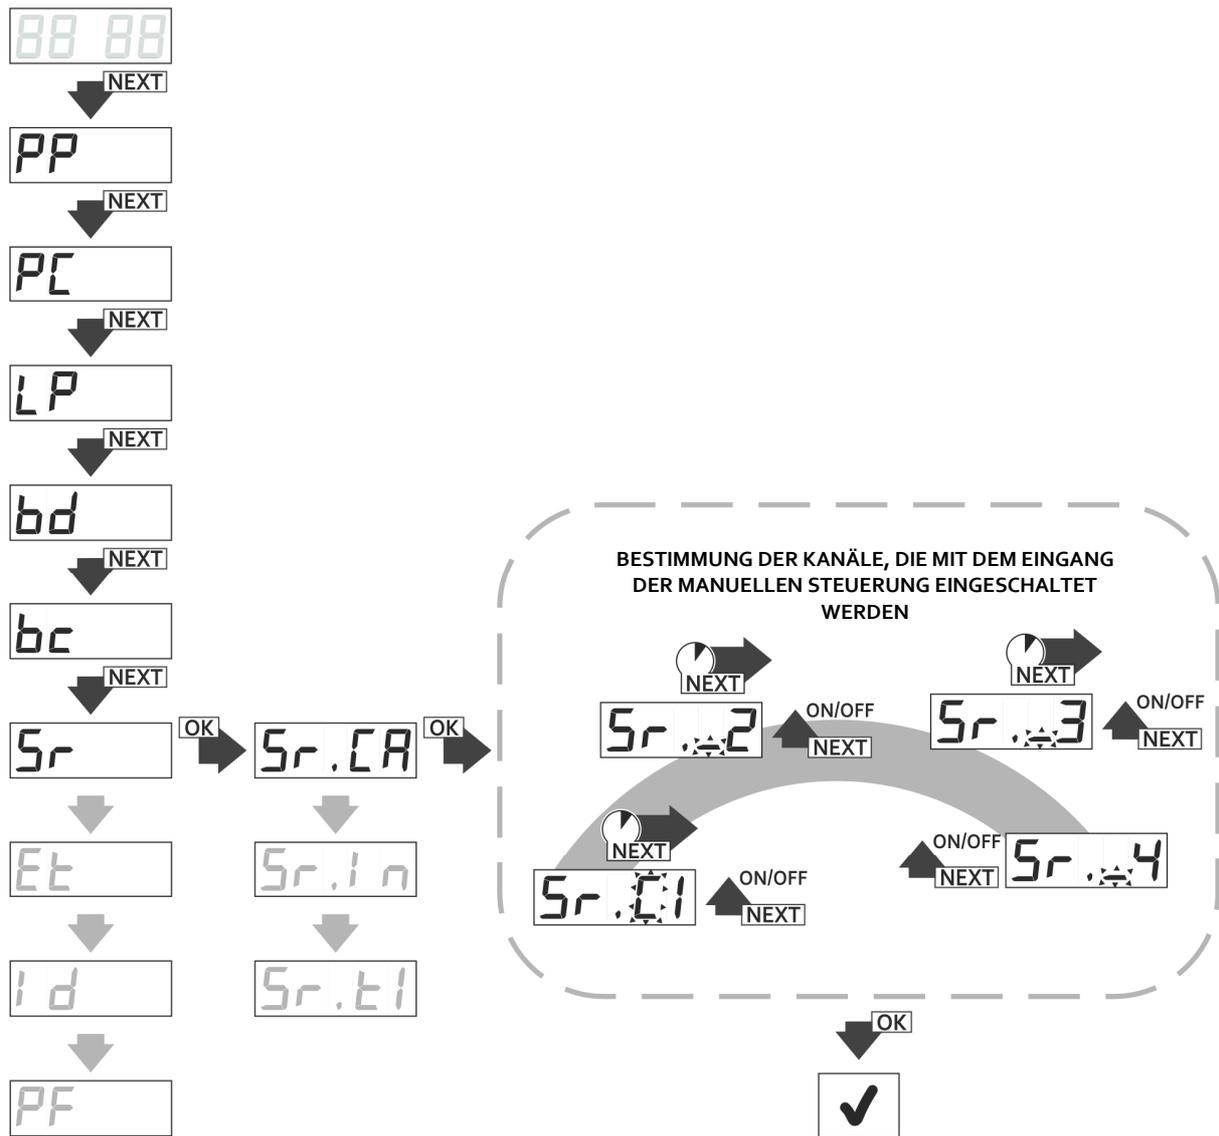

Abb. 23 Zuordnung der Kanäle des Funkempfängers dem Eingang der manuellen Steuerung, Funktion Sr.CA.
- aus dem Hauptmenü, wählen Sie die Option Sr mit der Taste NEXT und drücken Sie die OK / ESC-Taste des Empfängers; das Display zeigt 'Sr.CA' an (Abb. 23);